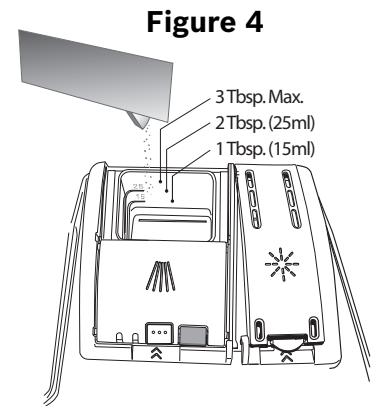

Figure 5
- Placez le doigt comme indiqué à la **Figure 5**.